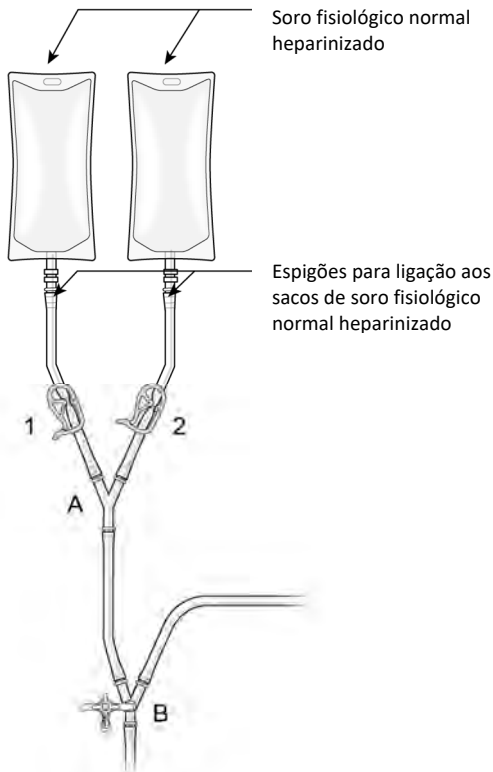

Figura 13
- (I) Pendure dois sacos de soro fisiológico normal heparinizado e ligue-os ao circuito utilizando os espigões, conforme ilustrado na Figura 13, para permitir o enchimento pela gravidade dos componentes do circuito.